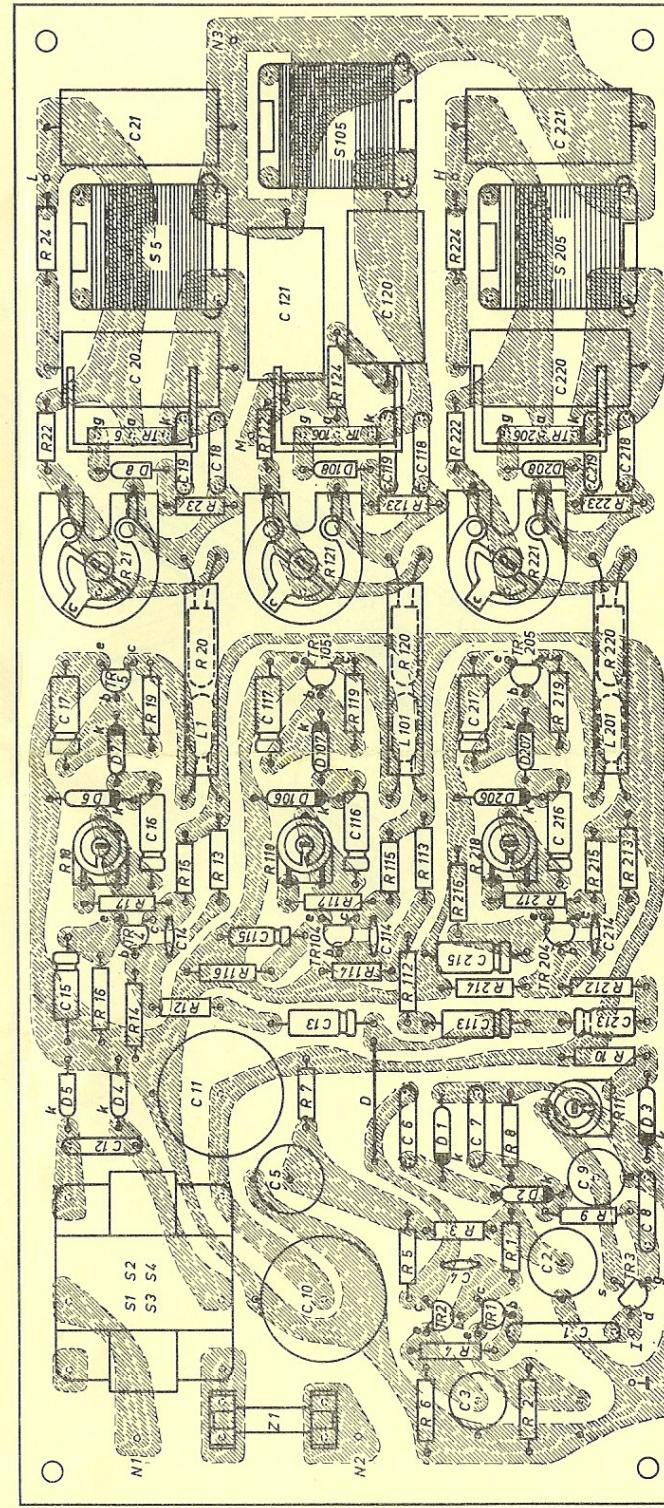

fig. 2
Le montage peut être aisément réalisé à l'aide de la fig. 2 de la façon suivante :
2. Coupez en trois morceaux de 3 cm. la gaine de plastique noire fournie. Glissez d'un côté une lampe (L1 - L101 - L201) et de l'autre côté une cellule photo-électrique (R20 - R120 - R220), voir fig. 3a. Veillez à ce que la lampe et la cellule se trouvent à peu près au milieu et fixez cet ensemble comme l'indique la fig. 2. Veillez à ce que la lampe se trouve à gauche et la cellule à droite. Les gaines peuvent reposer sur le montage.
4. Placez alors toutes les autres résistances renseignées sur la fig. 2. La liste des composants donne les valeurs et les codes de couleurs; la résistance R212 correspond donc à R112 et R12, R213 à R113 et R13, etc.
fig. 2), I et point de masse voisin (en-dessous à gauche), N 3 (à droite), L (en haut à droite), M (au milieu, près du potentiomètre ajustable R 121), H (à droite entre S 105 et S 205).
8. Lors du montage des petits condensateurs C 15 - C 13 - C 115, etc. montez-les exactement comme repris sur la fig. 2. Attention les gorges C 113 et C 213 sont dirigées l'une vers l'autre.
9. Placez les deux diodes D 4 et D 5 près du transformateur S 1 - S 2 - S 3 - S 4. Veillez à l'orientation correcte des diodes (fig. 2).
13. Montez, à gauche dans le bas, le transistor TR 3 (fig. 2 et 3b). Veillez au type exact (BF 245 A) et veillez à la position du méplat. Placez les fils de connexion dans le bon ordre, dans les croiser, dans les trous, correspondants. Maintenez le transistor à 5 mm du circuit imprimé.
14. Montez de la même manière les transistors TR 1 - TR 2 - TR 4 - TR 104 - TR 204 - TR 5 - TR 105 - TR 205 (fig. 2).
16. Lors du placement des clips pour le fusible (à gauche fig. 2), veillez à l'orientation
18. Lors du montage des selfs S 5 - S 105 - S 205, repérer les broches de contact pour lesquelles un fil de bobinage est soudé au côté supérieur. Supprimez l'ergot présent dans le plastic. Placez alors les 4 broches dans les trous correspondants en veillant à ce que les broches auxquelles est raccordé un fil viennent dans les trous inférieurs (suivant fig. 2). Les broches sans fil de connection, viennent dans la grande surface de cuivre qui n'est pas raccordée. Soudez toutefois ces broches.